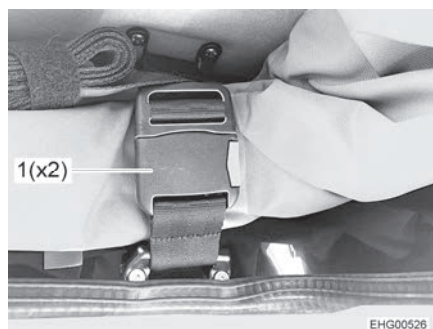

Bild 45 Bältlås
- Öppna båda bältlåsen (Bild 45,1).